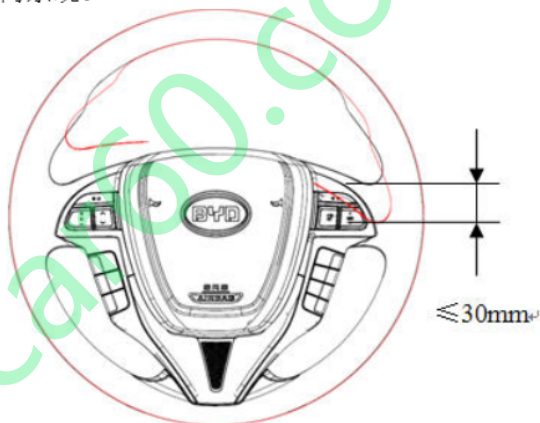

图8 转向盘自由行程示意图
- 2) 向左或向右轻轻转动转向盘, 检查转向盘的自由行程。如图8所示, 转向盘最大自由行程